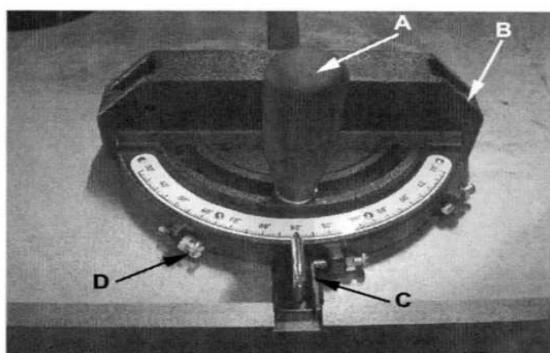

Рис. 12
- Чтобы воспользоваться шкалой, ослабьте стопорную ручку (A, Рис. 12) и поверните корпус угломера (B, Рис. 12) под желаемым углом. Чтобы перемещать угломер за ограничители указателей шкалы до 45° или 90° , поставьте в нижнее положение планку(C, Рис. 12).
- Отрегулируйте ограничители, поворачивая один из трех регулировочных винтов (D, Рис. 12).